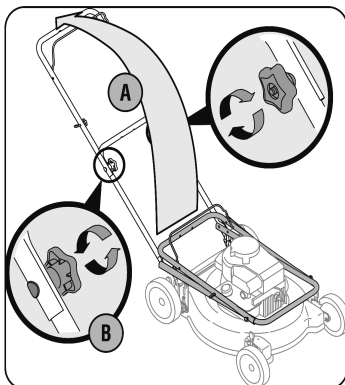

Figura 3-1
- Tire y retroceda la manija superior como se muestra en la Figura 3-1. Asegúrese de que la manija inferior esté asentada firmemente en Los soportes de montaje de la manija.